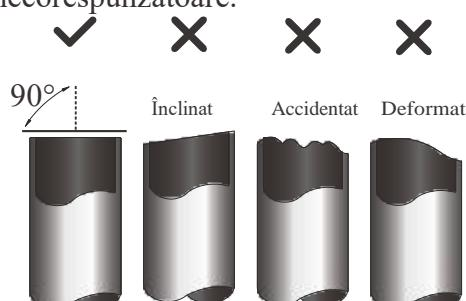

Fig. 5.1
3. Asigurați-vă că țeava este tăiată la 90° perfectă unghi. Consultați Fig. 5.1 pentru exemplele de tăiere necorespunzătoare.